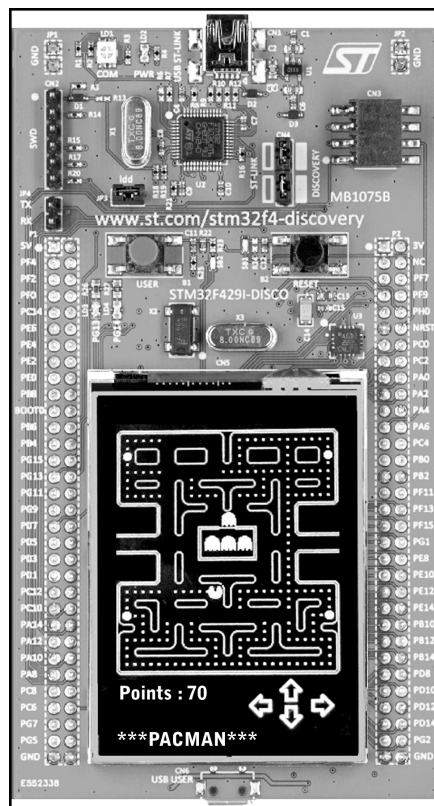

Рис.4
- Discovery – начального уровня общего применения (табл. 4, рис. 4);